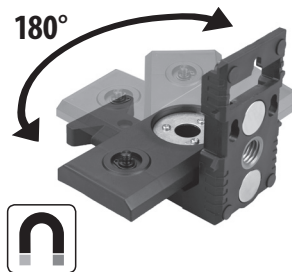

Abb.1
- Das Lasergerät kann auf den Schwenkarm des Magnethalters geschraubt werden (Abb.1), der dank Magneten an einer magnetischen Oberfläche befestigt oder an ein Stativ geschraubt werden (der Halter hat ein Gewinde 1/4" und 3/8" für das Stativ) oder er kann an ein Gewinde (3/8") an der Wand geschraubt werden.